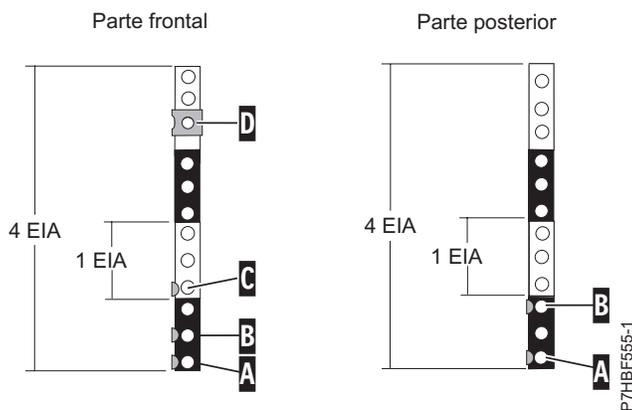

Figura 3. Señalización de orificios en la parte frontal y posterior del bastidor
1. Con la parte frontal del bastidor orientada hacia usted y comenzando por el lado derecho, localice la unidad EIA inferior utilizada por la unidad de expansión. Tome nota de la ubicación de EIA. Utilice cinta, un rotulador o lápiz para marcar el orificio inferior de esta unidad EIA como **A**, tal como se muestra en la Figura 3. Marque el bastidor de forma que la marca también se pueda ver desde la parte posterior del bastidor.
2. Empezando por el orificio identificado por la marca **A**, desplácese un orificio hacia arriba y coloque una segunda marca **B**. Marque el bastidor de modo que la marca también pueda verse desde la parte posterior del mismo, tal como se muestra en la Figura 3.
3. Empezando por el orificio identificado por la marca **B**, desplácese dos orificios hacia arriba y haga una tercera marca **C**, tal como se muestra en la Figura 3.
4. Para instalar el clip de tuerca, empezando por el orificio identificado por la marca **C**, desplácese seis agujeros hacia arriba y coloque una cuarta marca **D**. Instale el clip de tuerca en la ubicación **D**, tal como se muestra en la Figura 3.
8. Empezando por el orificio identificado por la marca **A**, desplácese dos agujeros hacia arriba y coloque una segunda marca **B**, tal como se muestra en la Figura 3 en la página 5.